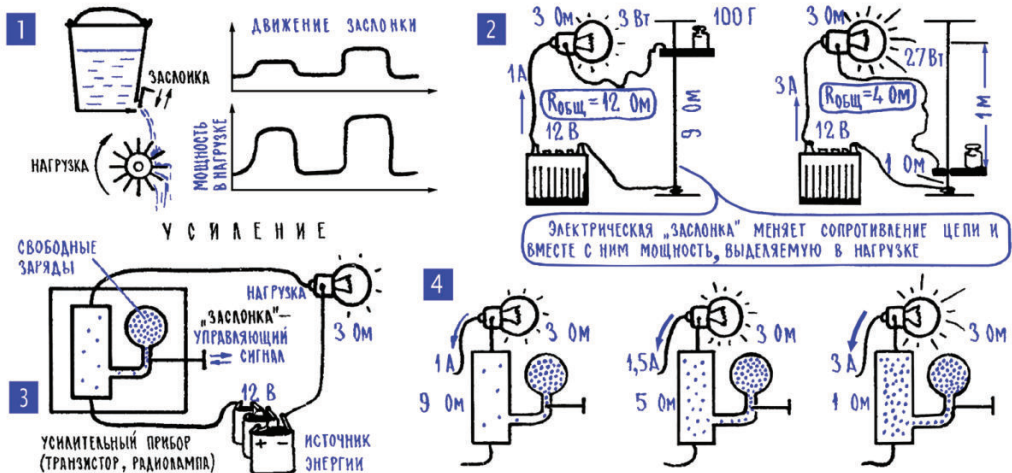

Рис. 9.1. Усиление сигнала
3. Усилители – большой класс систем, в которых слабое, маломощное воздействие управляет мощными потоками энергии. Давайте просверлим в нижней части ведра небольшое отверстие (это вполне может быть мысленный эксперимент, то, что в нем должно произойти, легко увидеть силой воображения, и наносить ущерб хозяйству, делая дырку в ведре, совсем не обязательно), наполним ведро водой и подставим под струю небольшую вертушку с лопастями, некоторое подобие рабочего колеса водяной мельницы (рис. 9.1; 1). Вначале, когда воды в ведре много, из отверстия вырывается довольно сильная струя, колесо вращается быстро. По мере того как уровень воды падает, струя становится все более вялой, и вращение колеса замедляется. Это нормальный процесс передачи энергии: потенциальная энергия поднятой на высоту воды переходит в кинетическую энергию струи, а она, в свою очередь, передается колесу-вертушке. Если не думать о потерях, то можно сказать, что сколько дает источник энергии (вода в ведре), столько и получает потребитель (вертушка). И на сколько уменьшится или увеличится энергия, которую поставляет источник, на столько же уменьшится или увеличится и энергия, получаемая потребителем.
События разворачиваются в простейшей электрической цепи, в которую входит источник энергии – аккумулятор, нагрузка – лампочка и еще переменный резистор – реостат, выполненный в виде вертикально натянутой проволоки со скользящим контактом (рис. 9.1; 2). Подвижный контакт этот ходит по проволоке настолько легко, что если подвесить к нему стограммовую гирьку, то контакт буквально за секунду переместится сверху вниз, изменив сопротивление реостата от 9 Ом до 1 Ом.
Реализовать этот принцип можно даже в нашей установке с реостатом, для этого нужно соорудить для подвижного контакта реостата систему электрического привода. Скажем, приводить в движение подвижный контакт миниатюрным электромоторчиком или электромагнитом, энергию которым давал бы сам усиливаемый сигнал. В электронных усилителях этот принцип реализуют так: сопротивление участка цепи меняют, «впрыскивая» в него то или иное количество свободных электрических зарядов (рис. 9.1; 3, 4). На само это «впрыскивание» тратится сравнительно небольшая мощность, а сопротивление меняется так, что происходит значительное изменение мощности, выделяемой на данном участке цепи.
Слабый усиливаемый сигнал подводится к лампе или транзистору и управляет имеющейся там своего рода «заслонкой», которая увеличивает или уменьшает количество свободных зарядов, создающих электрический ток, то есть фактически меняет сопротивление приборов (рис. 9.1; 3, 4). Мы начнем с того, что посмотрим, как работает такая «заслонка» в транзисторе, как слабый сигнал меняет сопротивление этого усилительного прибора, меняет ток в его цепи. Но до этого нам еще предстоит провести кое-какую подготовительную работу. В частности, познакомиться с некоторыми процессами в полупроводниках.